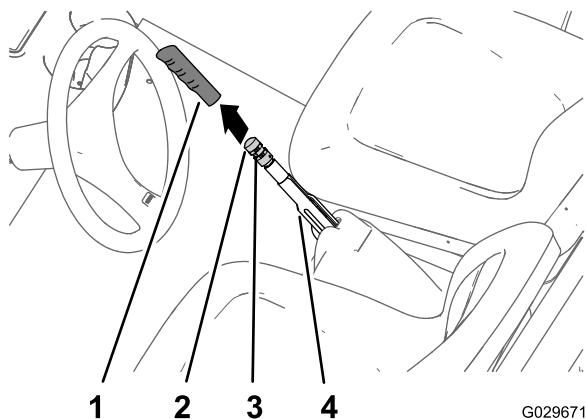

Figure 47
1. Enlevez la poignée du levier de frein de stationnement (Figure 47).
2. Desserrez la vis de fixation du bouton de réglage sur le levier du frein de stationnement (Figure 47).
3. Tournez le bouton de réglage du frein jusqu'à ce qu'une force de 133 à 156 N·m soit nécessaire pour actionner le levier du frein de stationnement (Figure 47).
4. Serrez la vis de fixation et remettez la poignée (Figure 47).
2. Desserrez la vis de fixation (Figure 47) qui fixe le bouton de réglage sur le levier du frein de stationnement, desserrez le frein de stationnement et desserrez le bouton de réglage.
5. Tournez le bouton de réglage du frein (Figure 47) jusqu'à ce qu'une force de 133 à 156 N·m soit nécessaire pour actionner le levier du frein de stationnement.
- C. Tournez le bouton de réglage du frein (Figure 47) jusqu'à ce qu'une force de 133 à 156 N·m soit nécessaire pour actionner le levier du frein de stationnement.
- Serrez la vis de fixation et remettez la poignée (Figure 47).